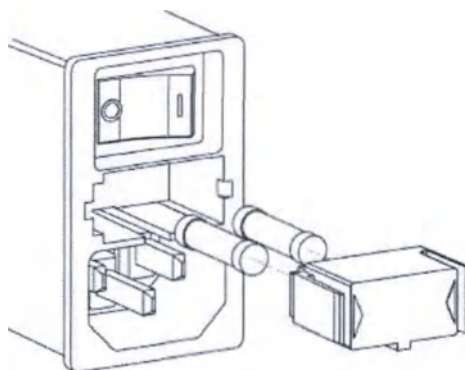

Рис. 5
5. Вынуть перегоревшие предохранители (рисунок 5).